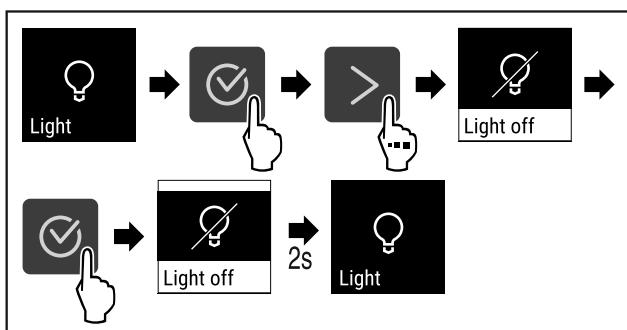

Fig. 68
- Провести етапи операцій (див. Fig. 68) .